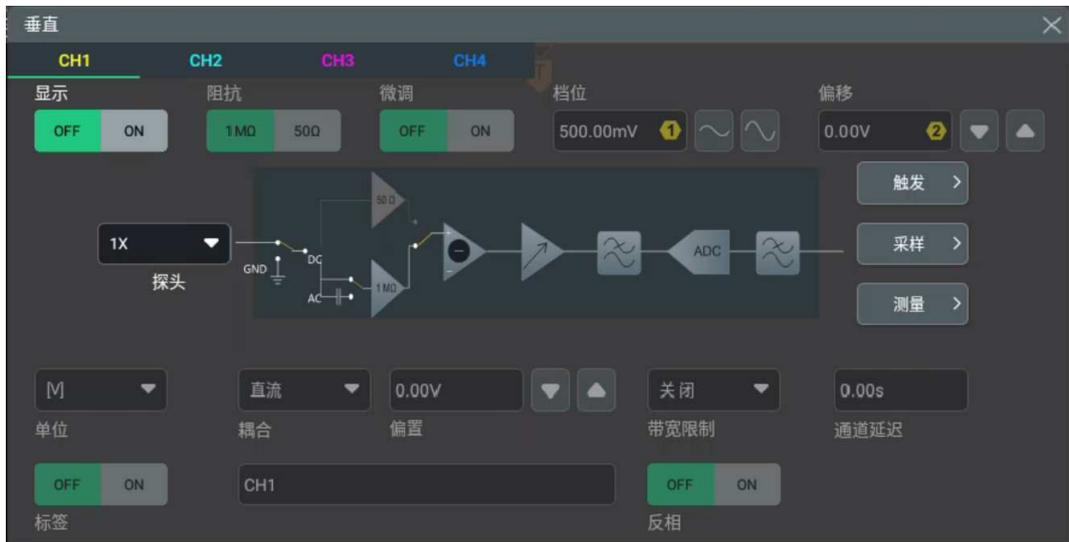

图 5.1 通道垂直菜单
- 在图 5.1 中，选择 CH1 的通道页签，**显示** 项选择 **ON** 可打开 CH1，选择 **OFF** 关闭 CH1。
- 可以在 图 5.1 中，将通道 CH1 的 **显示** 功能按钮设置为 OFF，来关闭通道。